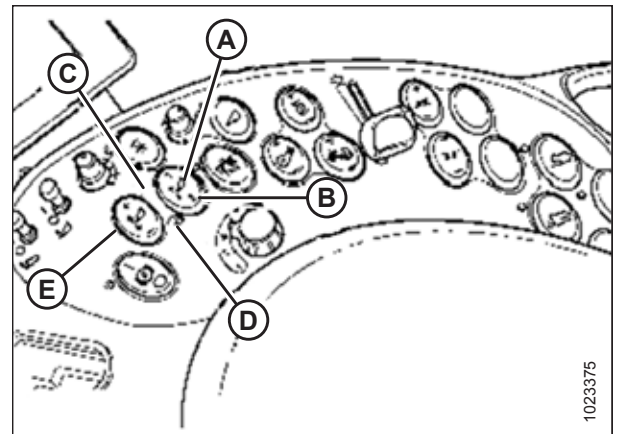

Figure 4.60: Commandes de la moissonneuse-batteuse Case
6. Pour passer d'un point de consigne à l'autre, appuyez sur HEADER RESUME (reprise de la plateforme) (A).
7. Pour ramasser la plateforme au niveau des tournières, appuyez deux fois sur HEADER RESUME (reprise de la plateforme) (A). Pour abaisser, appuyez sur HEADER RESUME (reprise de la plateforme) (A).
Vous pouvez régler avec précision ces points de consigne à l'aide du bouton FINE ADJUST (réglage avec précision) (E) sur la figure 4.60, page 129.